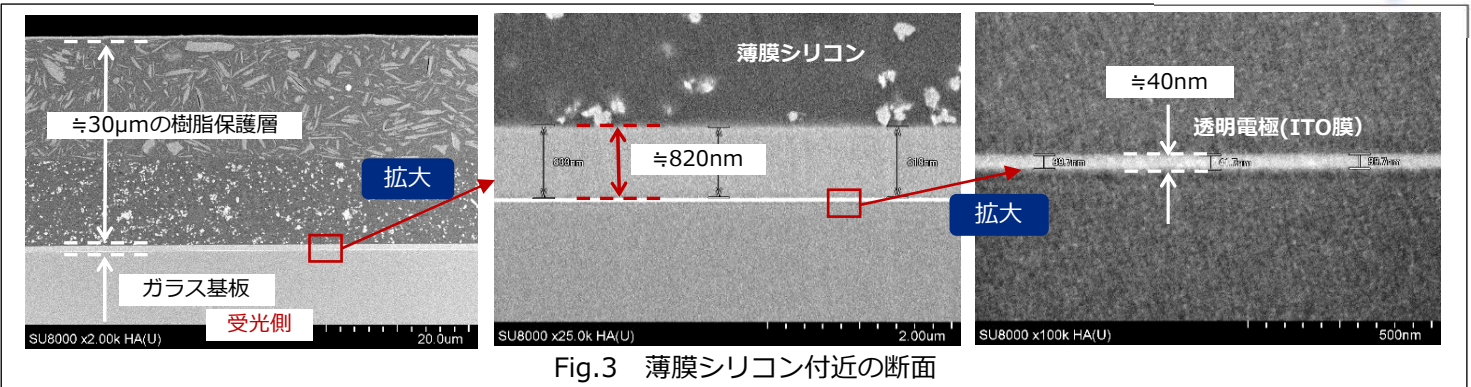
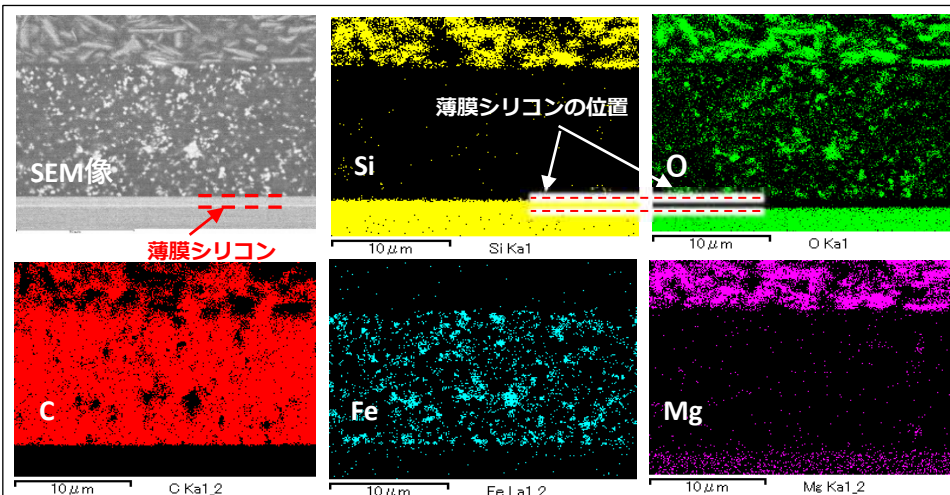
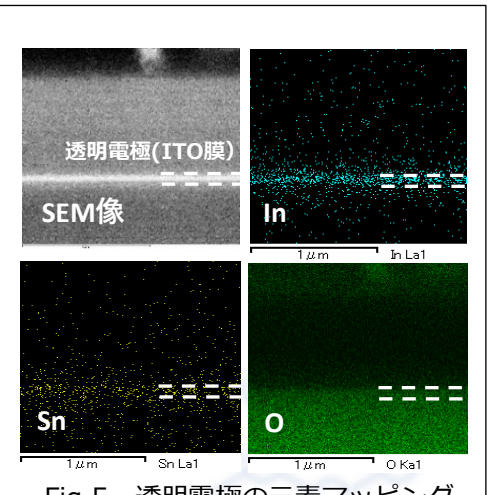

Fig.3 薄膜シリコン付近の断面
Fig.4 薄膜シリコン付近の元素マッピング
Fig.5 透明電極の元素マッピング
■ 電卓の太陽電池には半導体接合薄膜と透明電極が利用されていますが、一般に半導体接合薄膜にはアモルファスの薄膜シリコン、透明電極にはITO膜が使われています。断面観察及び元素マッピングの結果、ガラス基板と樹脂保護層の間には薄膜シリコンが約820nm、ITO膜が約40nmの厚みで存在することが確認されました（Fig.3、Fig.4、Fig.5）。